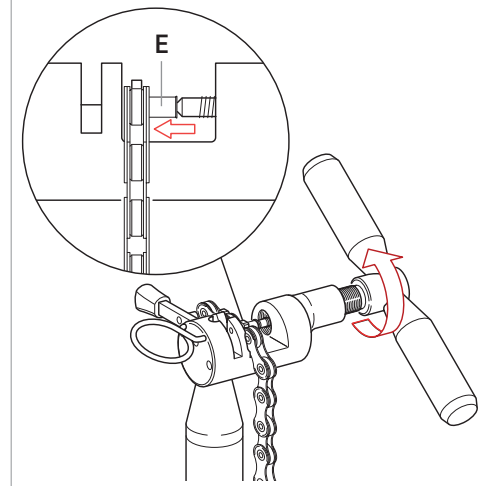

Fig.14
- Ejerciendo una fuerza homogénea, atornillar la herramienta (Fig. 14) hasta que el casquillo **ULTRA-LINK 5-CN-RE500 (11s) / 5-CN-SR600 (12s) (E)** quede totalmente dentro del espesor de la cadena.